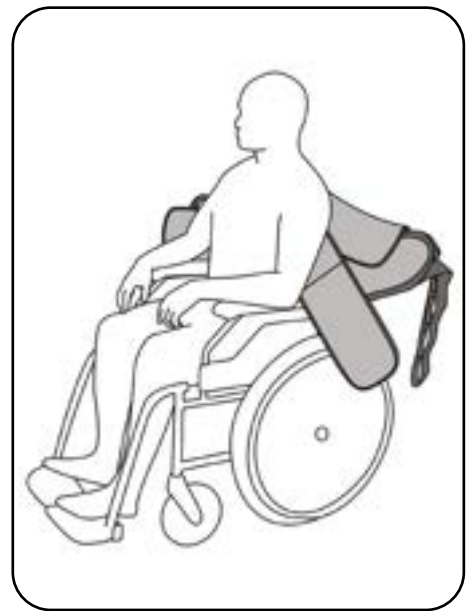

Abb. 8.2.01 – offener Liftergurt hinter dem Rücken des Patienten
5. Schieben Sie den Liftergurt hinter den Rücken des Patienten (Abb. 8.2.01). Achten Sie darauf, dass die Oberkante des Liftergurtes auf Höhe des Achselbereiches ist.